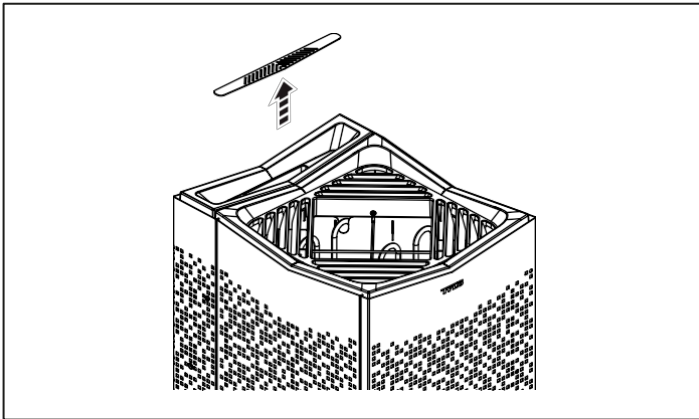

Figura 8: Pulizia del contenitore per la fragranza/umidificatore dell'aria e della ciotola per le erbe
1. Rimuovere il filtro per le erbe dalla vaschetta delle erbe (figura 8).